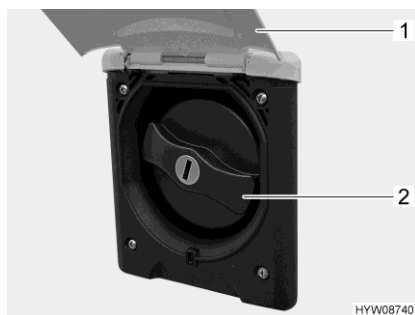

Fig. 128 Coperchio (bocchettone di riempimento dell'acqua potabile)
- Sollevare lo sportello esterno (Fig. 128,1).
- Ruotare il coperchio blu (Fig. 128,2) di un quarto di giro.